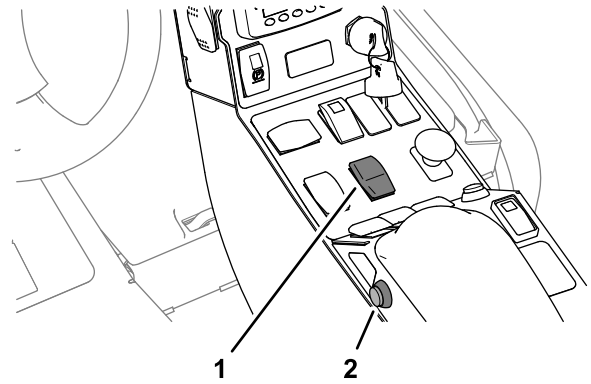

Figura 23
2. Pulse el interruptor del intervalo de velocidad alto/bajo a la posición L (intervalo bajo) Figura 23).
3. Mantenga pulsado el interruptor momentáneo (Figura 23).